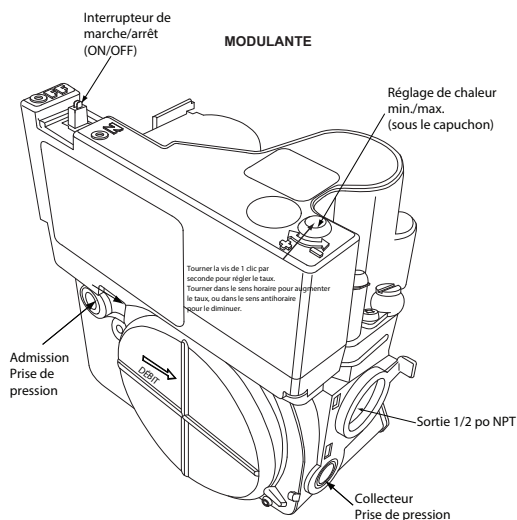

Fig. 64 – Vanne de gaz sans orifices de pression
5. Mettez le robinet d'arrêt de gaz à la position de marche (ON).
9. Pour régler la pression d'admission de chaleur minimale, tournez lentement l'interrupteur de réglage dans le sens antihoraire pour réduire la pression d'admission ou dans le sens horaire pour l'augmenter. Tournez l'interrupteur de réglage d'un maximum d'un clic à la seconde jusqu'à l'obtention de la pression d'admission requise (consultez la Fig. 64).
- Pour régler la pression d'admission de chaleur minimale, tournez lentement l'interrupteur de réglage dans le sens antihoraire pour réduire la pression d'admission ou dans le sens horaire pour l'augmenter. Tournez l'interrupteur de réglage d'un maximum d'un clic à la seconde jusqu'à l'obtention de la pression d'admission requise (consultez la Fig. 64).